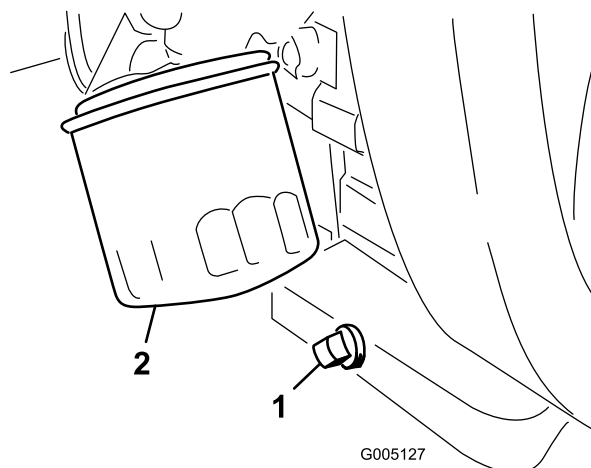

Figura 33
1. Togliete il tappo di spurgo (Figura 33) e lasciate defluire l'olio in una bacinella.
- Pulite i filetti del tappo di spurgo, applicate sigillante PTFE e montate il tappo di spurgo (Figura 33).
- Togliete il filtro dell'olio (Figura 33).